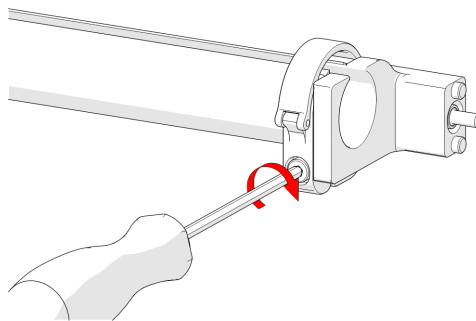

Abbildung 2-124 Festziehen der Klemmschraube
5. Ziehen Sie die Klemmschraube fest (siehe Abbildung 2-124 auf Seite 126).